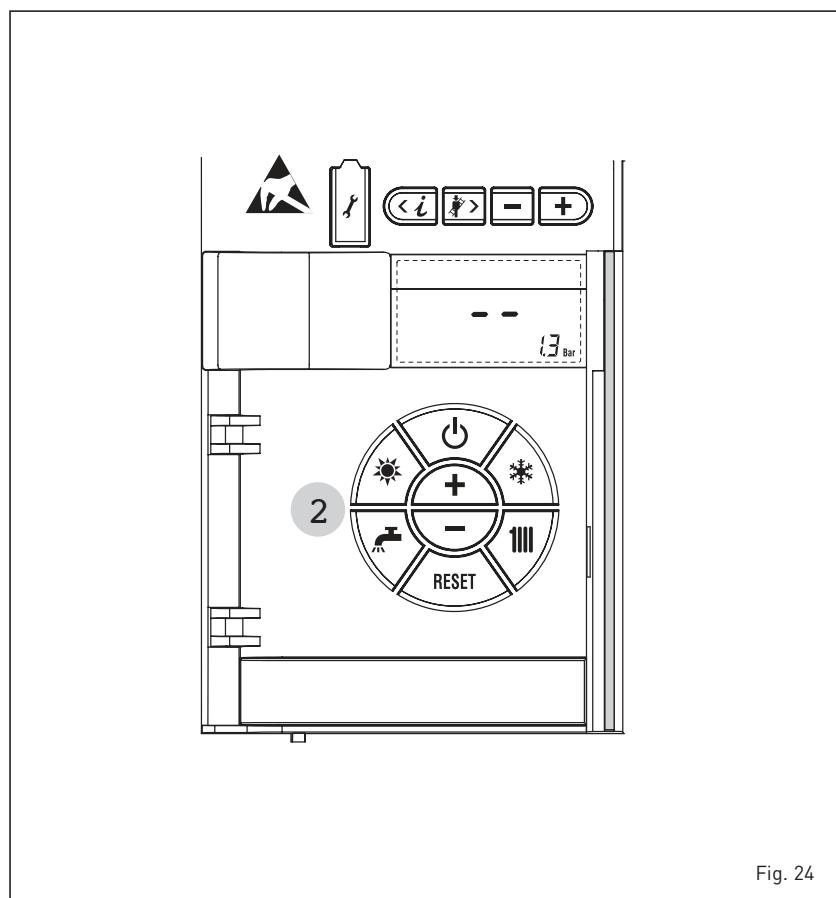

Fig. 24
ALLUMAGE D'UN MODULE INDIVIDUEL (fig. 24)
ARRÊT D'UN MODULE INDIVIDUEL (fig. 24)
En cas d'absences de courte durée, appuyer sur la touche des commandes (pos. 2). L'écran apparaîtra comme le montre la fig. 24. De cette manière, en laissant actives l'alimentation électrique et l'alimentation du combustible, la chaudière est protégée par les systèmes antigel et antiblocage de la pompe. Dans le cas où on prévoit une période prolongée de non-utilisation, on conseille de mettre la chaudière hors tension à l'aide de l'interrupteur général de l'installation, de fermer le robinet du gaz et, si des basses températures sont prévues, de vider l'installation hydraulique afin d'éviter la rupture des tuyauteries par effet de la congélation de l'eau.